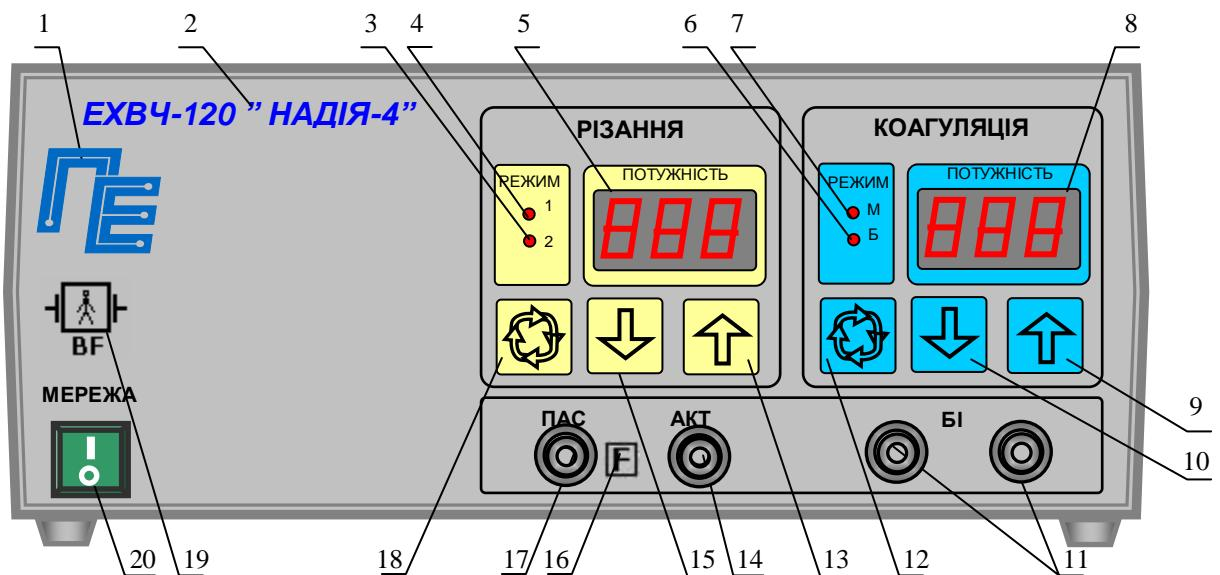
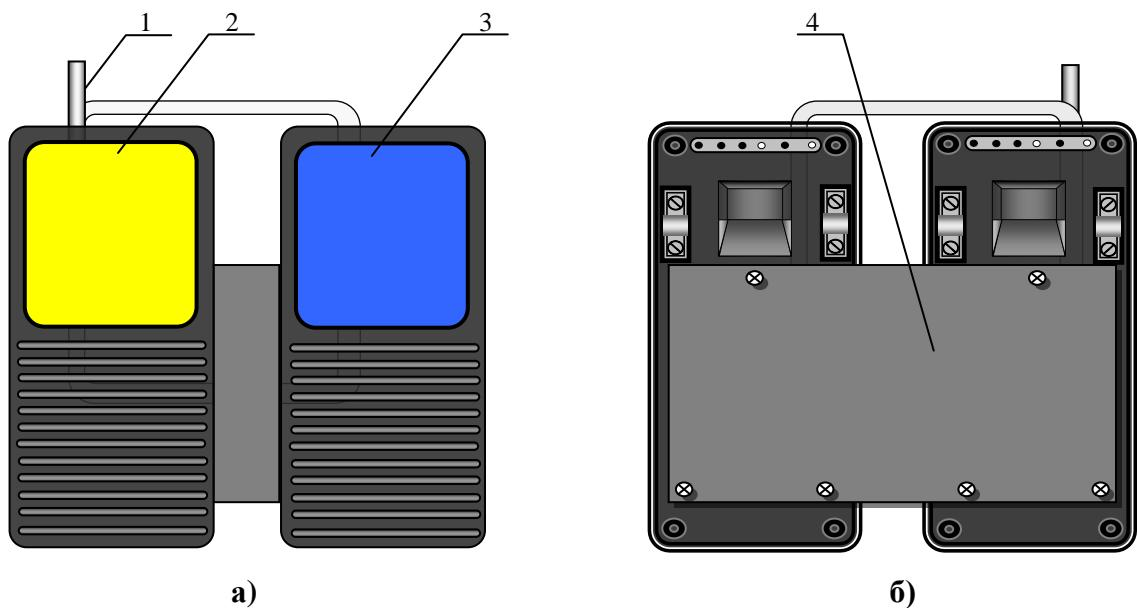

Рис.1. Передня панель електронного блоку.
Рис. 3. Ножна педаль
Конструктивно апарат виконаний у вигляді двох окремих блоків - електронного блоку (рис. 1,2) і ножкої педалі (рис. 3).
На передній панелі електронного блоку розташовані наступні органи управління і індикації (рис.1):
Конструкція ножкої педалі (рис.3) є підлоговою конструкцією, на якій розташовано дві рухомі платформи: ліва (2) - для включення виду роботи РІЗАННЯ, права (3) - КОАГУЛЯЦІЯ.
- включити апарат, для чого встановити вимикач “МЕРЕЖА” в положення “|”. При цьому висвітлюються індикатори: “МЕРЕЖА”, вибраних режимів роботи. На індикаторах (5,8 рис.1) висвітлюються цифри встановленого рівня вихідної потужності;
- перевірити переключення режимів роботи, для чого послідовно натискаючи кнопки (12, 18 рис.1), переконатися, що апарат послідовно перемикає режими 1, 2 для РІЗАННЯ і режимів М, Б для КОАГУЛЯЦІЯ по послідовному загорянню відповідних індикаторів (3, 4, 6, 7 рис.1);
- перевірити регулювання рівня вихідної потужності, для чого, натиснувши кнопки управління (9, 13 рис. 1), переконатися, що відбувається збільшення показань індикатора рівня вихідної потужності, а натиснувши кнопки управління (10, 15 рис.1), переконатися, що відбувається зменшення показань індикатора рівня вихідної потужності. Перевірку провести як для виду робіт РІЗАННЯ так і для виду робіт КОАГУЛЯЦІЯ. Слід пам'ятати, що встановлені рівні вихідної потужності запам'ятовуються для кожного виду і режиму роботи. Види роботи включаються тільки по черзі.